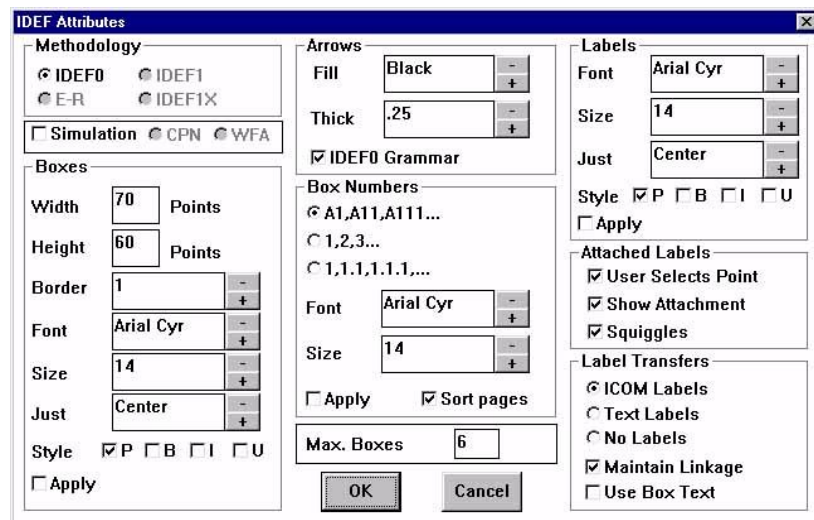

Рисунок 1.3 - Заполнение атрибутов диаграммы
* Выберите команду Attributes (Атрибуты) в меню IDEF0, чтобы откорректировать установки по умолчанию, показанные ниже (рисунок 1.3).